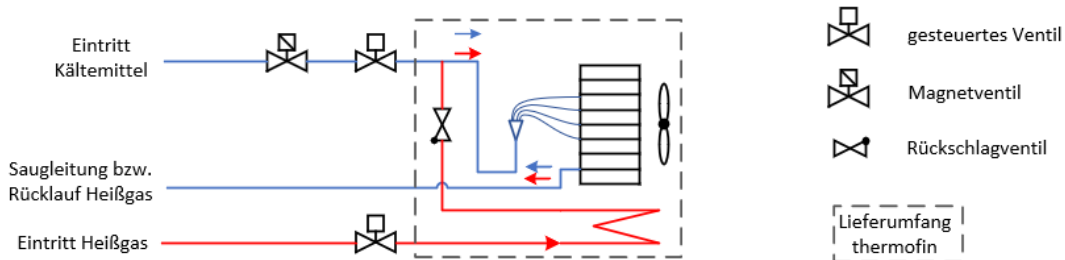
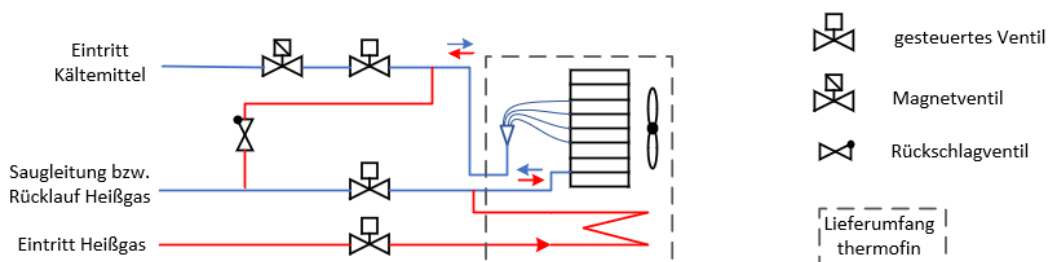

Abbildung 5: Abtauordnung bei regulär Durchströmung des Verdampfers
Abbildung 6: Abtauordnung bei umgekehrt Durchströmung des Verdampfers
- Abbildung 5:
- Abbildung 6:
(Abbildung 5 & Abbildung 6):